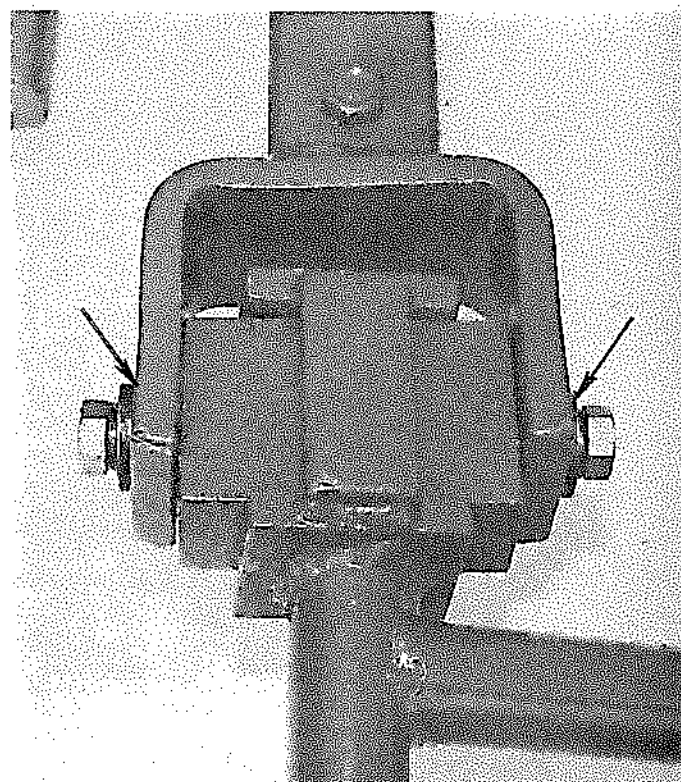

Figure 7. Points de graissage bloc de charnière.
- les boîtes à support dans le bloc charnière du mécanisme de pression (figure 7)